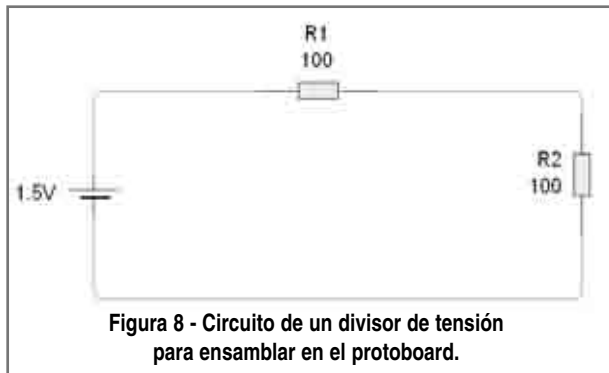
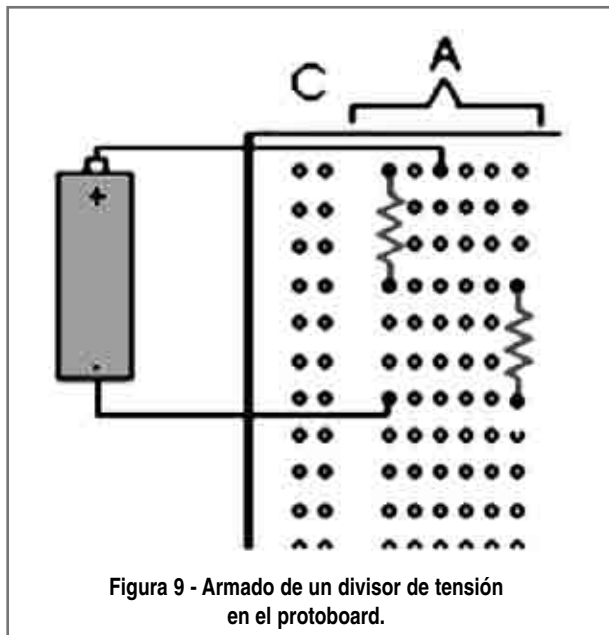

Figura 8 - Circuito de un divisor de tensión para ensamblar en el protoboard.
Figura 9 - Armado de un divisor de tensión en el protoboard.
b) Divisor de tensión: Armaremos ahora el circuito de la figura 8. El circuito presenta 3 nodos. Esta configuración se puede conectar en la práctica de la forma sugerida en la figura 9.